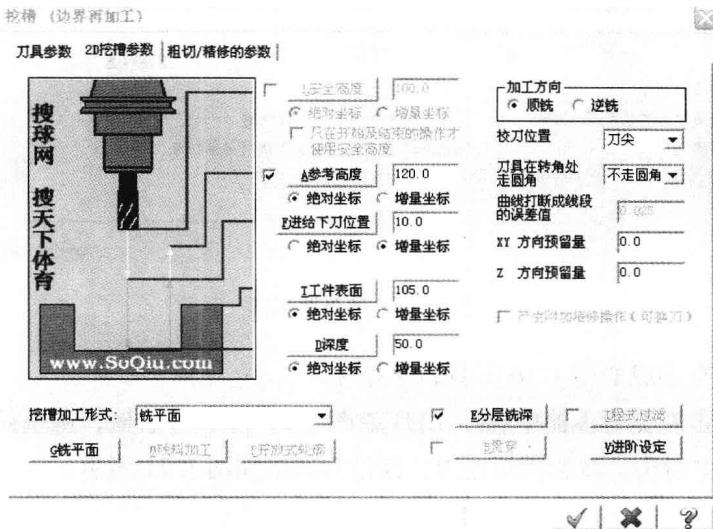

图 1.16 中设置挖槽参数
(6) 在图 1.16 中设置挖槽参数，如各个高度值（参考高度要略大于毛坯高度，工件表面要填写毛坯上表面高度值，深度填写本次加工到的高度值），加工形式选铣平面，选上并设置好分层铣削（选好分层深度值），这里分层深度为 5，最后一次精修深度为 1，如图 1.17 所示，回车。